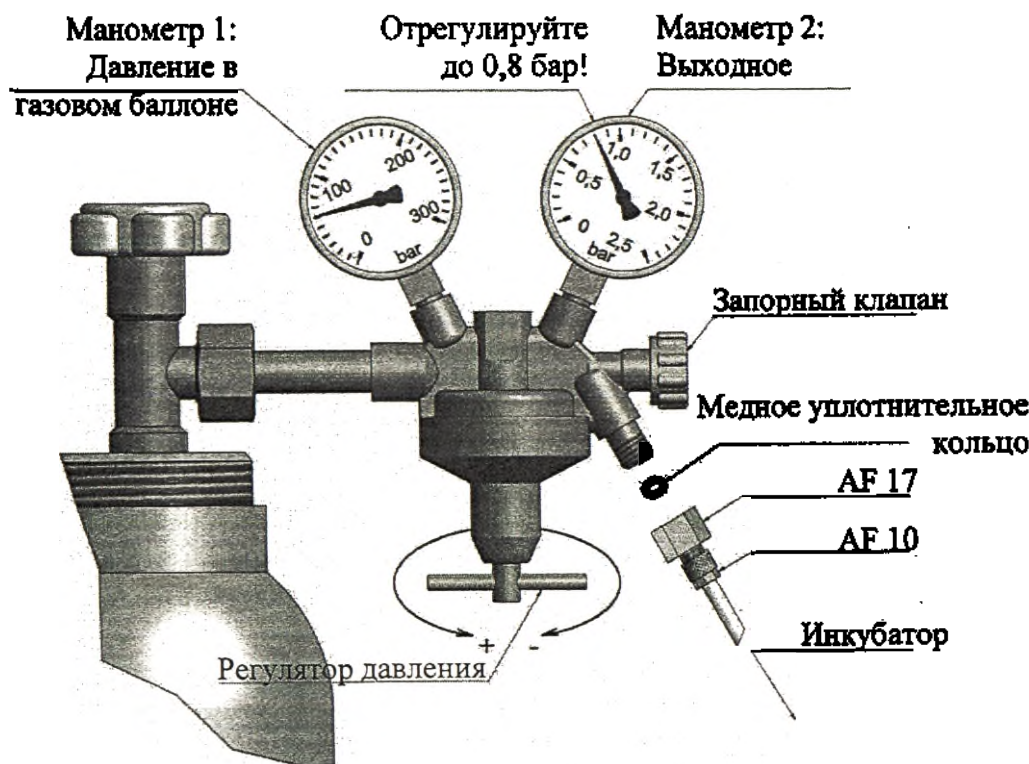

Рисунок 13 - Подключение и регулировка давления подачи газа
3. Подсоедините муфту газового шланга с медным уплотнительным кольцом к редуктору давления (см. *Рисунок 13*).